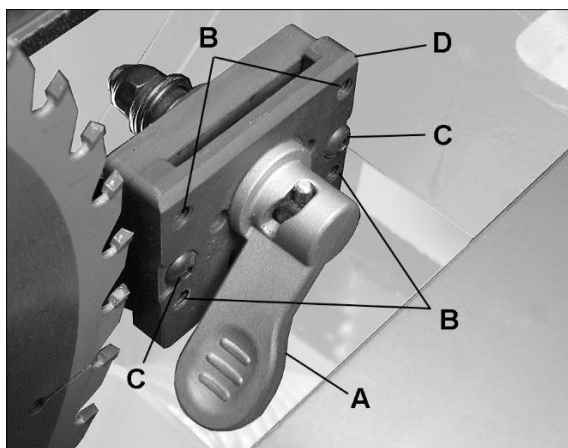

Рис. 7-7
4. Потяните рычаг (А, Рис. 7-7) и снимите
- Для регулировки положения ножа служат четыре установочных винта (В, Рис. 7-7). С помощью 3 мм шестигранного ключа отрегулируйте любой из винтов, чтобы выровнять нож с пильным диском.
- С помощью 3 мм шестигранного ключа ослабьте два винта с внутренним шестигранником (С, Рис. 7-7). Это позволит плите зажима (D) смещаться вперед-назад на неподвижном